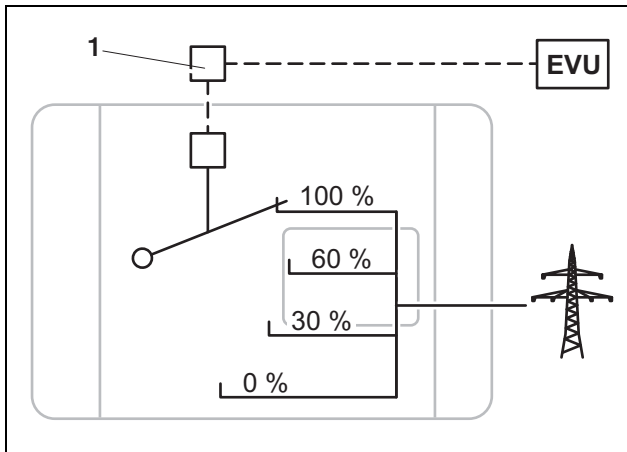

Abbildung 8: Wirkleistungsteuerung mit einem Rundsteuersignalempfänger
Die Wirkleistung des PIKO-Wechselrichters kann direkt vom Energieversorgungsunternehmen (EVU) über einen Rundsteuer-Signal-Empfänger (1) gesteuert werden. Mit dieser Technik lässt sich die erzeugte Leistung in vier Stufen regeln (siehe Abb.8).